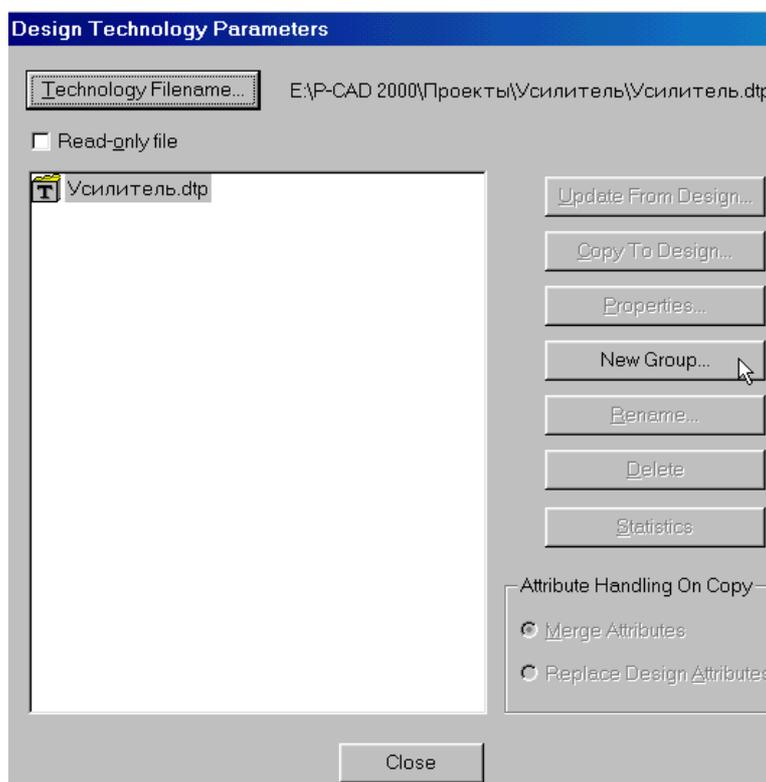

Рис. 6-28. Конструкторские параметры проекта
2) На панели **Design Technology Parameters** (см. рис. 6-28) нажмите на кнопку **Technology Filename** (имя файла параметров).
5) На панели **Design Technology Parameters** (см. рис. 6-28) снимите флажок *Read-only file* (файл только для чтения)